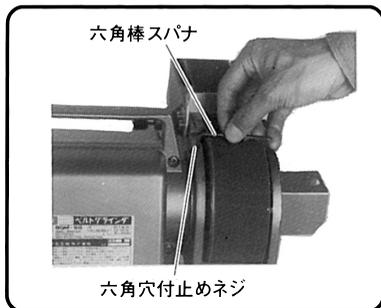

図 13
- (1) 図13のように六角穴付止めネジを付属の六角棒スパナでゆるめ定盤を垂直位置に移動します。